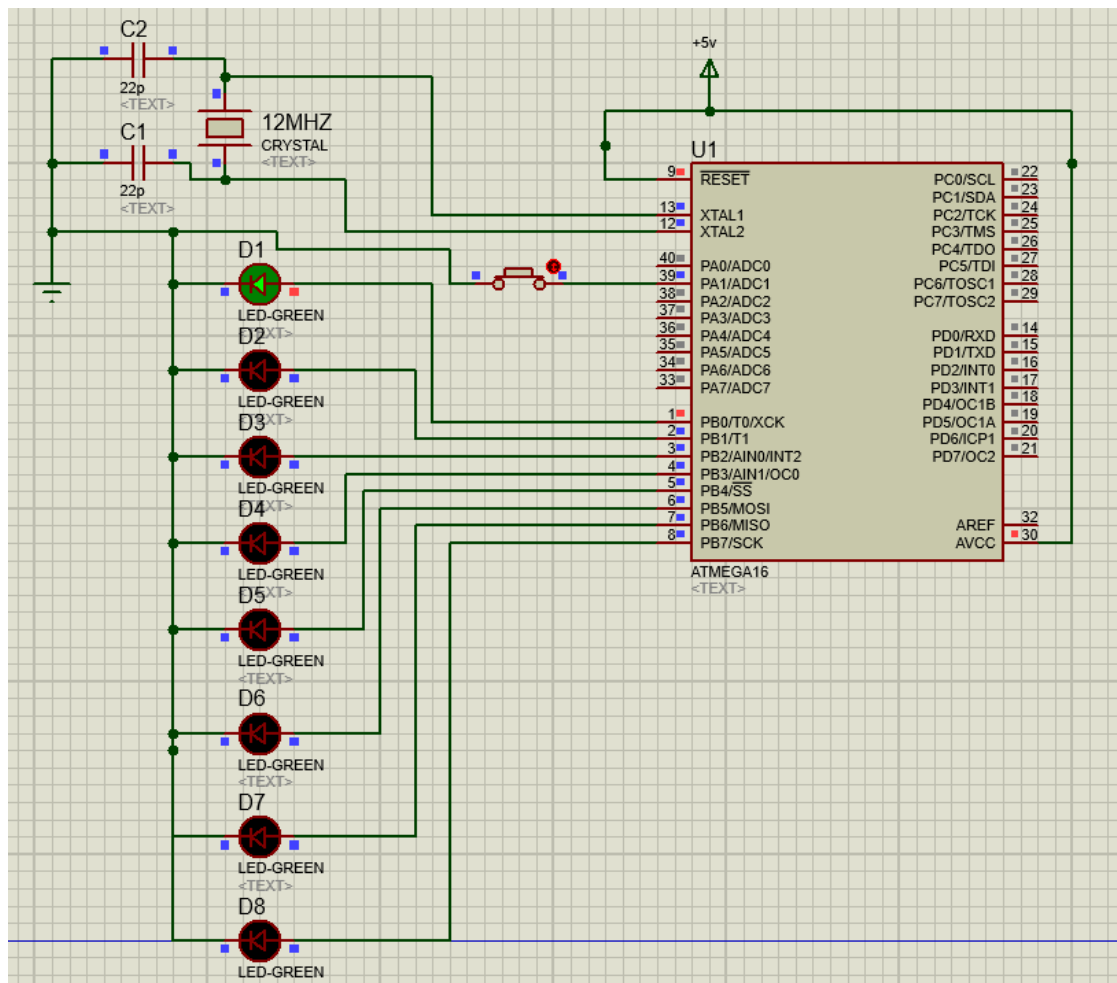

Рисунок 1 – Установка для лабораторной работы
2. Запустим Proteus 8 и создадим проект (рисунок 1).